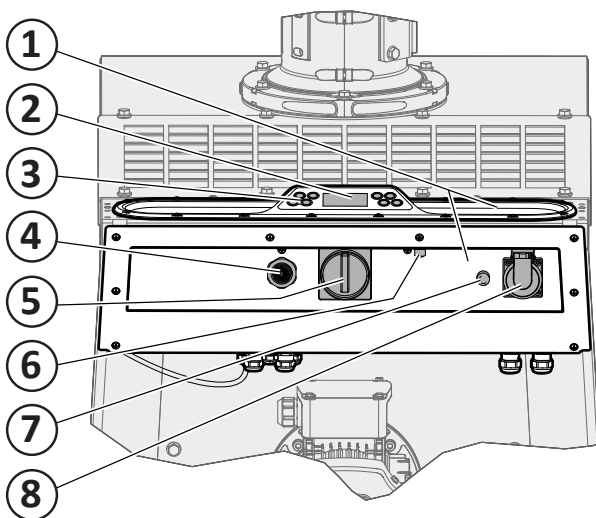
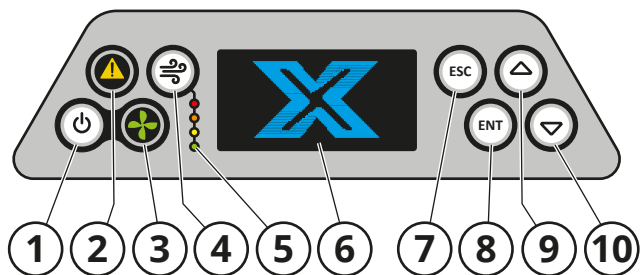

Fig. 16
Fig. 17
Se Fig. 16.
På manöverpanelen (**Fig. 16**) sitter styrpanel, strömbrytare, anslutning för tånggivare och uttag 230 VAC med automatsäkring. Manöverpanelen fungerar även som handtag vid förflyttning samt avlastningsyta.
Se Fig. 17.
När maskinen strömsätts med strömbrytaren (5, Fig. 16) tänds displayen (6, Fig. 17). När displayen visar **INSTÄLLNINGAR** och **UNDERHÅLL** är styrpanelen klar för användning. Fläkten startas/stoppas med Start/stopknapp fläkt (1) och driften indikeras av indikatorlampan (3). Om luftflödet är för lågt slocknar lampan och ljudlarmet varnar.
Auto uttag start. Inställning för att med ett verktyg t.ex vinkelslip anslutet till Uttag 230 V (pos 8, **Fig. 16**) starta och stoppa fläktmotorn. Val görs med navigeringsknapp.
Vid val **AUTO rengöring ON** i inställningsmenyn sker automatiskt filterrensning under drift. Automatisk filterrensning sker mellan förinställda tryckfall. Indikatorlamporna för Filterstatus på styrpanelen (**Fig. 17**, pos 5) visar filtermediets nedsmutsningsgrad. En offline-rensning sker också 20 minuter efter att fläktmotorn stängts av. När filterpatronen är mättad och luftflödet för lågt signalerar ljudlarmet och varningsindikatorn (2).